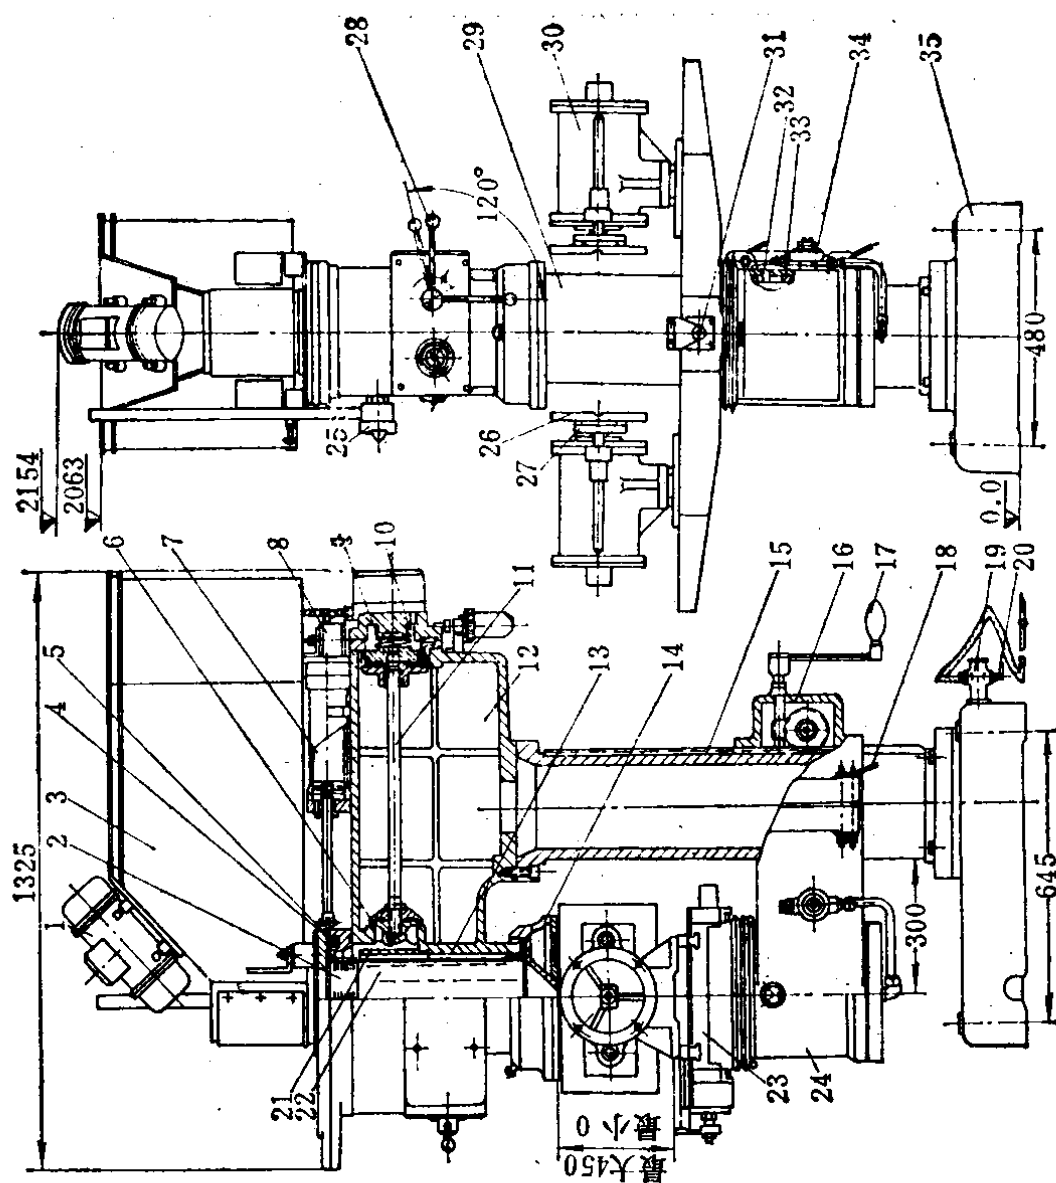

图1-2 Z8612热芯盒射芯机
1. 构造 Z 8612 热芯盒射芯机用于制作 12 公斤以下的简单和中等复杂程度的型芯，可以使用水平分型或垂直分型的芯盒。该机由砂斗、射砂机构、工作台、芯盒夹紧装置、立柱、底座和操纵系统等组成。详细结构如图 1-2 所示。